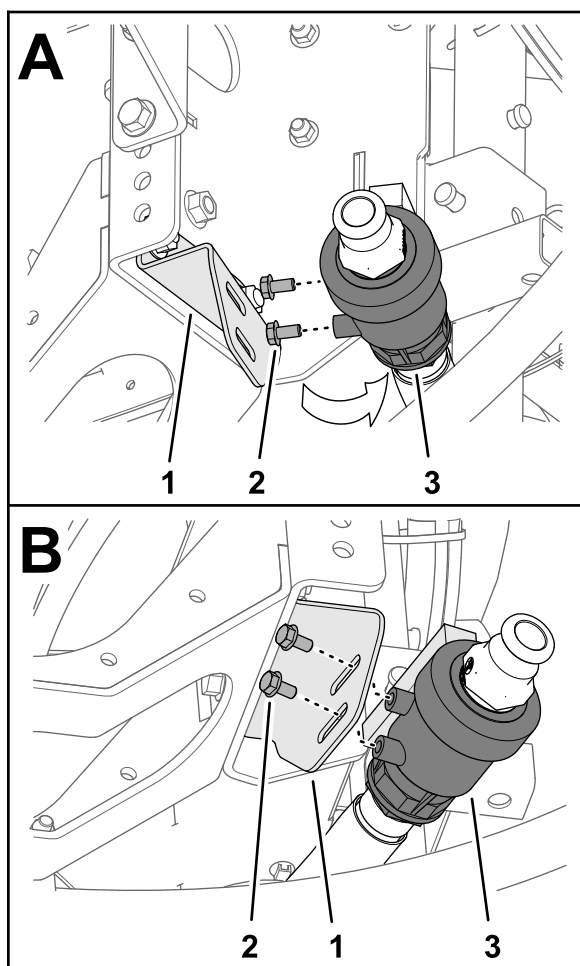

Figura 14
3. Retire os dois parafusos de cabeça flangeada (5/16 pol. x 5/8 pol.) da caixa da válvula de drenagem (Figura 14).